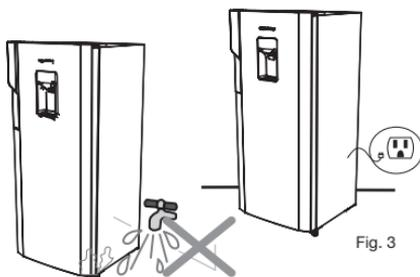

Fig. 3
- Evite instalar el aparato en lugares que puedan verse afectados por corrientes de aire o humedad, como pisos o paredes con filtración de agua o a la intemperie. Si existe en el área humedad o salpicaduras de agua, puede ocasionar oxidación, sudoración en las paredes laterales o corto circuito. **Ver Fig.3** No instale el refrigerador al aire libre.